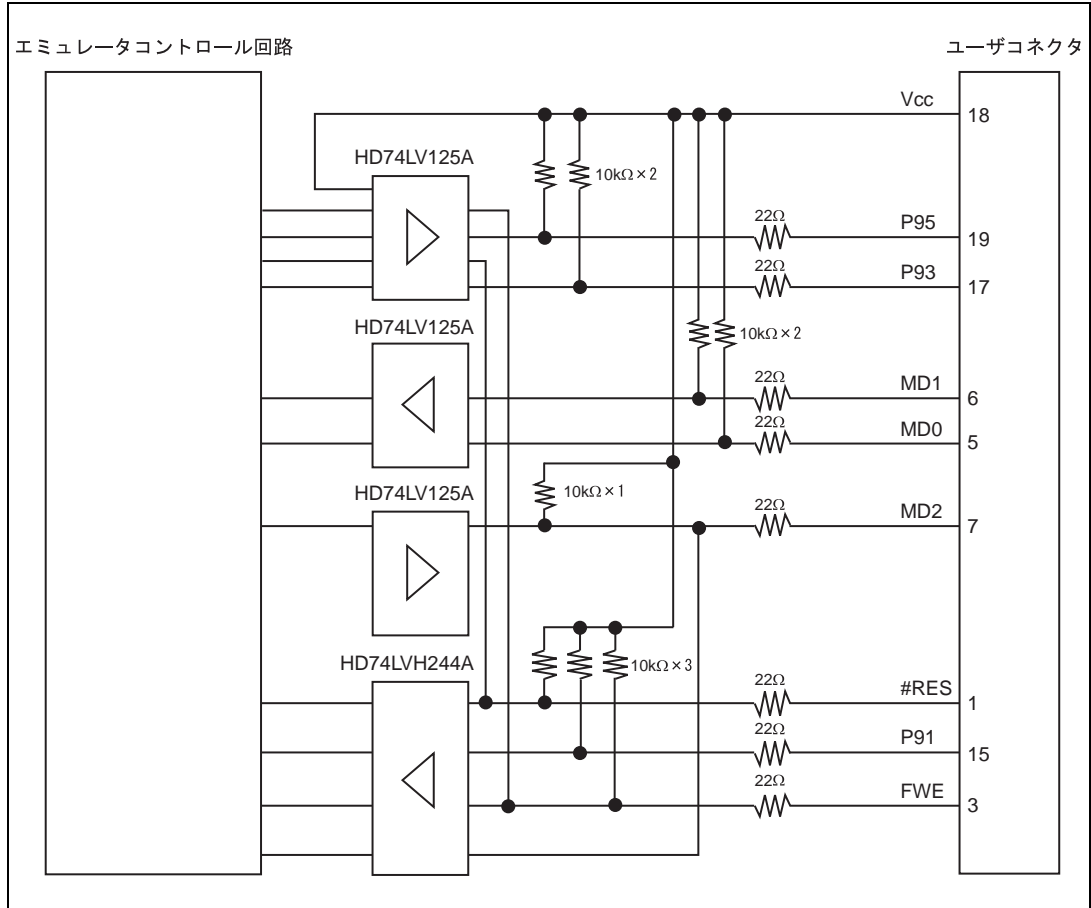

図 6.7 エミュレータ内インタフェース回路 (参考)
8. 図 6.7 にエミュレータ内インタフェース回路を示します。プルアップ抵抗の値などを決定するときに参考にしてください。